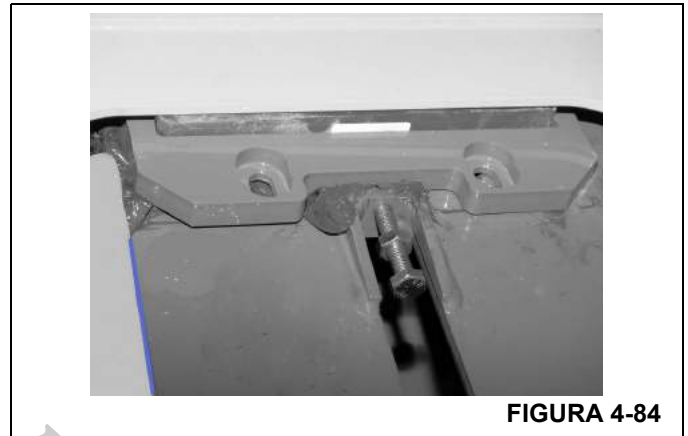

FIGURA 4-84
6. Instale a placa de desgaste superior ajustando o conjunto dentro da seção da base na abertura de acesso traseira superior (Figura 4-84).